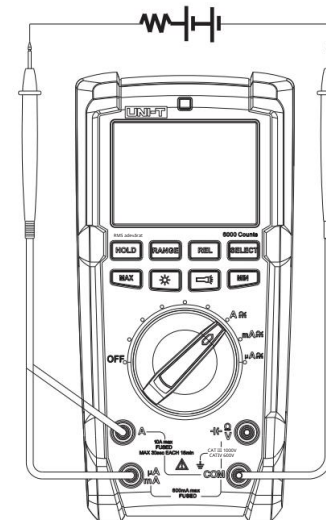

Figura 7
9.6 Măsurarea curentului AC/DC (vezi Figura 7)